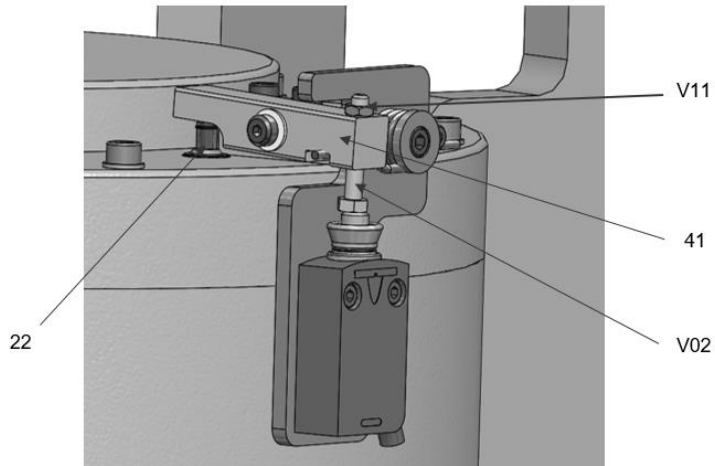

Bild 5.10
- Lösen Sie die Mutter **V11** mit dem Gabelschlüssel Bild 5.10.